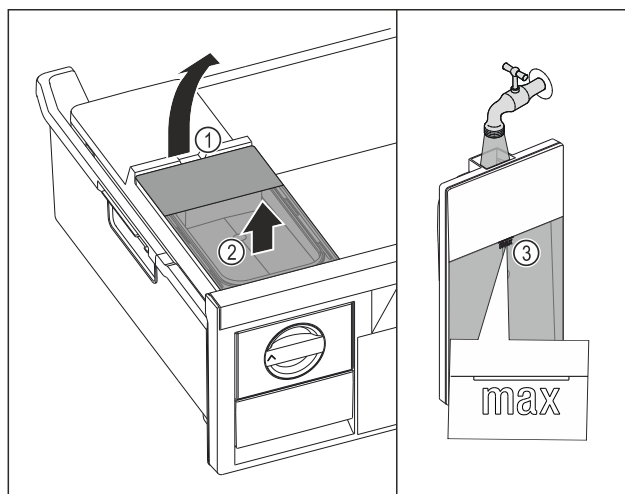

Fig. 98
- Ngrini lart depozitën e ujit duke e kapur nga foleja Fig. 98 (1).
- Hiqni depozitën e ujit për nga lart. Fig. 98 (2)
- Mbusheni depozitën e ujit me ujë të pijshëm deri të shenja Fig. 98 (3).